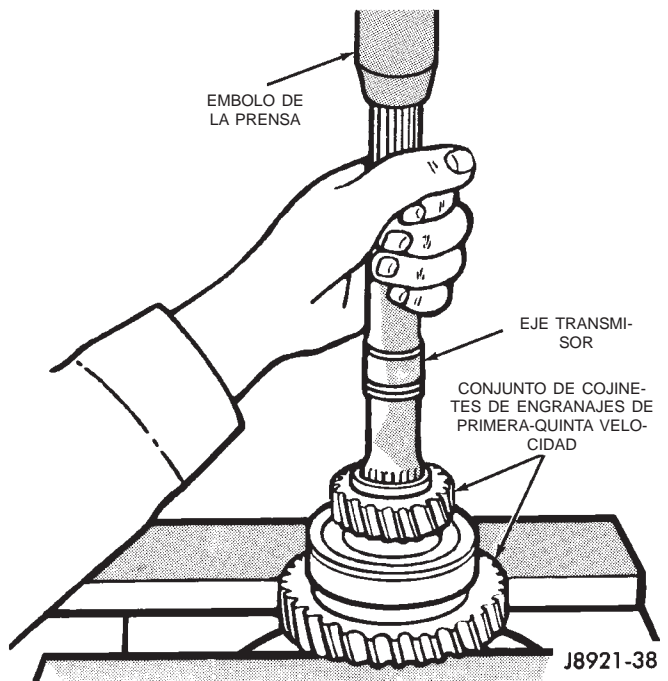
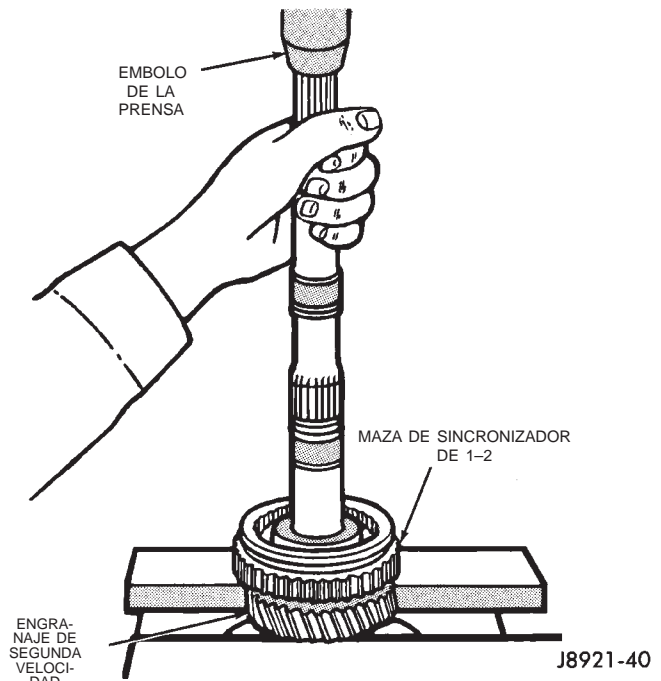

Fig. 114 Desmontaje de engranaje de quinta velocidad, cojinete de engranaje de primera velocidad y arandela de empuje
Fig. 115 Desmontaje de engranaje de segunda velocidad y sincronizador de 1-2/engranaje de marcha atrás
(4) Utilizando el hendedor de cojinetes P-334 o unas placas de prensa adecuadas emplazadas debajo del engranaje de primera velocidad, preñse el engranaje de quinta velocidad, el cojinete trasero, el engranaje de primera velocidad y la arandela de empuje del engranaje de primera velocidad sacándolos del eje transmisor (Fig. 114).
(5) Retire el pasador de posición de la arandela de empuje del engranaje de primera velocidad del eje transmisor.
(6) Retire el cojinete de rodillos de agujas del engranaje de primera velocidad del eje transmisor.
(7) Retire el separador del engranaje de primera velocidad del eje transmisor.
(8) Retire el anillo sincronizador del engranaje de primera velocidad.
(9) Retire el anillo de muelle de ajuste selectivo que fija el sincronizador de 1-2/engranaje de marcha atrás en el eje transmisor.
(10) Utilizando el hendedor de cojinetes P-334 o unas placas de prensa adecuadas emplazadas debajo del engranaje de segunda velocidad, preñse el sincronizador de 1-2/engranaje de marcha atrás y el engranaje de segunda velocidad sacándolos del eje transmisor (Fig. 115).
(11) Retire el cojinete de rodillos de agujas del engranaje de segunda velocidad del eje transmisor o el engranaje de segunda velocidad.